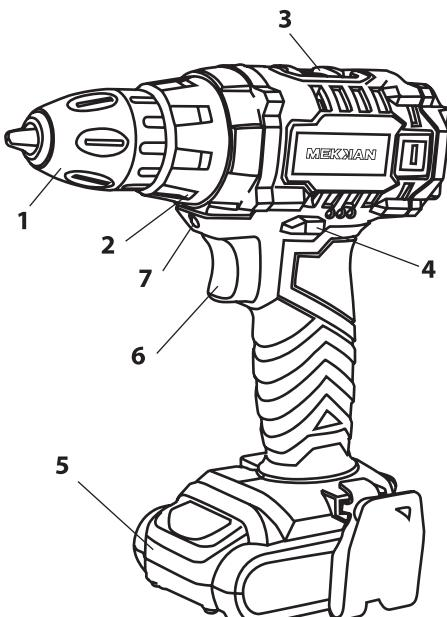

рис.1,2
1.6 Общий вид дрели представлен на рис.1,2